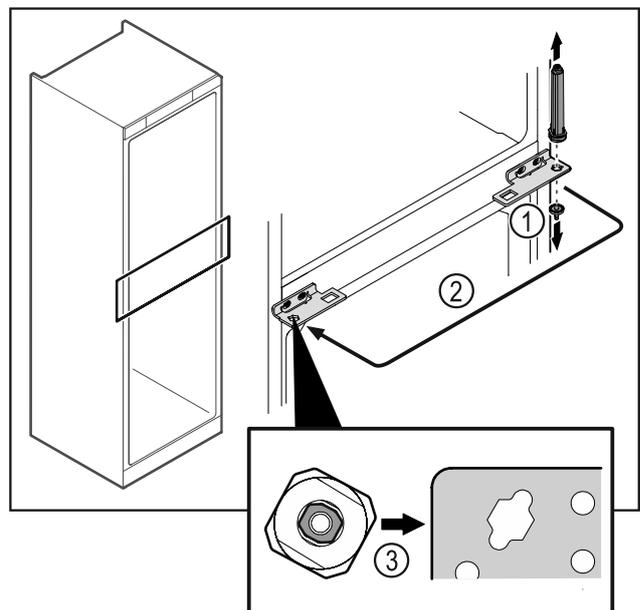

Fig. 43
- ▶ Scharnierbolzen Fig. 43 (1) abschrauben.
- ▶ Türschließsystem Fig. 43 (2) umsetzen.
- ▶ Darauf achten, dass beim Einsetzen die Bolzenabschrägung Fig. 43 (3) zum runden Loch zeigt.